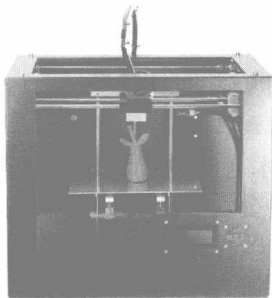

图 1-8 FDM 3D 打印机
(1) 熔融沉积成型技术 (Fused Deposition Modeling) 简称 FDM, 著名代表有 Reprap 开源项目、MakerBot 和 Stratasys 公司, 我国 3D 打印机市场上的家用机器大部分以 FDM 为主, 很多都是从 Reprap 开源项目拓展而来, 如图 1-8 所示。材料以 ABS、PLA 为主。FDM 3D 打印机以其较低的成本以及日渐提高的打印质量颇受消费者欢迎。本书也以国产 FDM 3D 打印机为例详细讲解建模、打印的全过程。